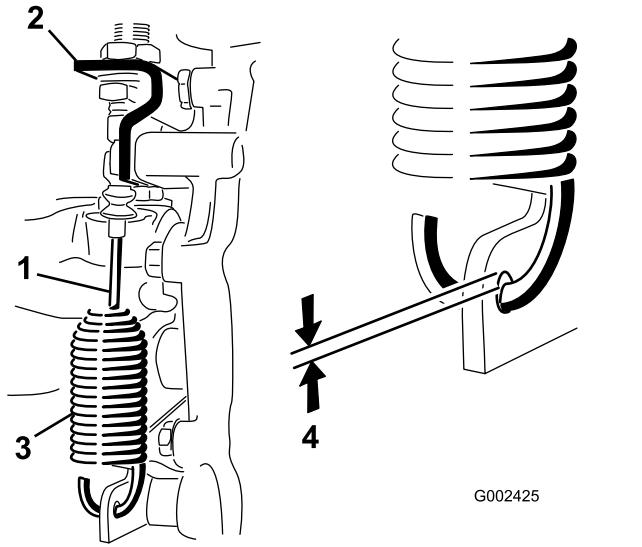

Figure 54
2. Desserrez les écrous de blocage qui fixent le câble de blocage du différentiel au support de la boîte-pont (Figure 54).